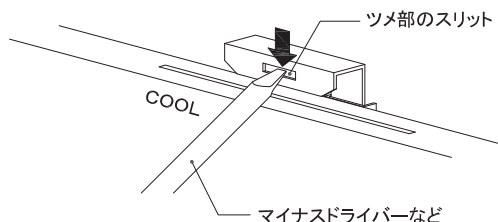

図8 ツメのおろし方①
- ツメをおろす際は、ツメ部のスリットにマイナスドライバーなどを引っ掛けてある程度ツメをおろした後、ツメの上面を押さえて最後までおろしてください。(図8、9参照)